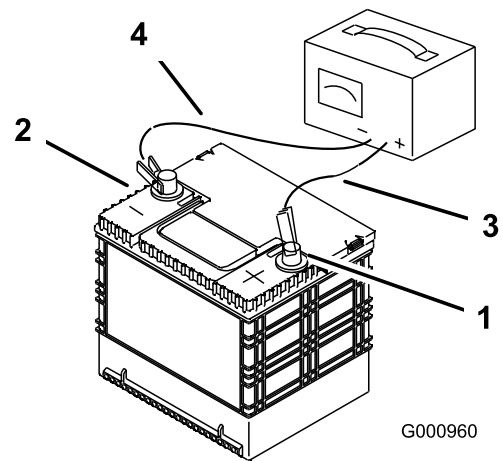

Figure 46
- Quand la batterie est chargée au maximum, débranchez le chargeur de la prise, puis débranchez les fils du chargeur des bornes de la batterie (Figure 46).